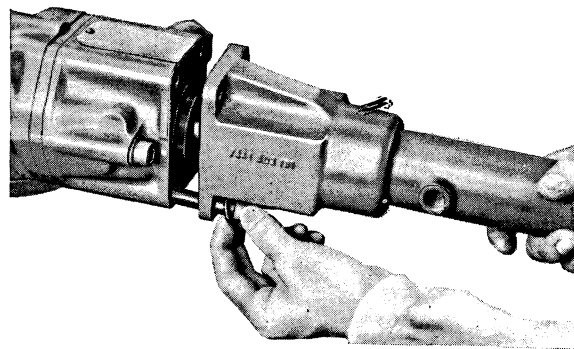

Fig. 16.
De stuurbus (90) met de flens kan na het uitdraaien van de bouten (95) worden verwijderd (fig. 16). Onderste pasbout (121) uit de koppelingmof verwijderen en de stuuras (80) afnemen.
Dévisser les boulons de fixation (95) et ensuite déposer la colonne de direction (90) avec la bride (fig. 16). Extraire le boulon ajusté inférieur (121) du manchon d'accouplement et déposer la partie supérieure de l'arbre de direction (80).